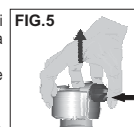

FIG.5
- La poignée adaptateur Quick-On+ (5) est en position « OFF » (elle se ferme en lui faisant faire un demi-tour dans le sens des aiguilles d'une montre jusqu'à l'arrêt : la flamme rouge sur la poignée n'est pas visible (« OFF »)).
- Ensuite démontez le adaptateur Quick-On+ en appuyant horizontalement sur la poignée (5) et en la tirant en même temps vers le haut (Fig. 5).